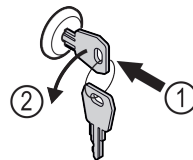

Fig. 170
- ▶ Sätt in nyckeln. Fig. 170 (1)
- ▶ Vrid nyckeln 90° moturs. Fig. 170 (2)